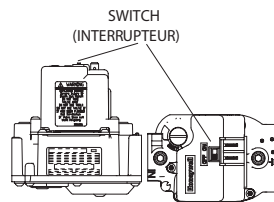

Figure 1
6. Move the gas control switch to the "OFF" position. (See Figure 1)
7. Wait five (5) minutes to clear out any gas. Then smell for gas, including near the floor. If you smell gas, **STOP!** Follow "B" in above information. If you don't smell gas, go to the next step.
8. Move the gas control switch to the "ON" position. (See Figure 1)
6. Réglez l'interrupteur de commande du gaz à la position "OFF". (voir Figure 1).
7. Attendre cinq (5) minutes pour s'assurer de la dissipation du gaz. En cas d'odeur, **ARRÊTER LE PROCÉDÉ.** Suivre les instructions ci-dessus (Section B). En l'absence de toute odeur de gaz, avancer à l'étape suivante.
8. Réglez l'interrupteur de commande du gaz à la position "ON". (voir Figure 1).